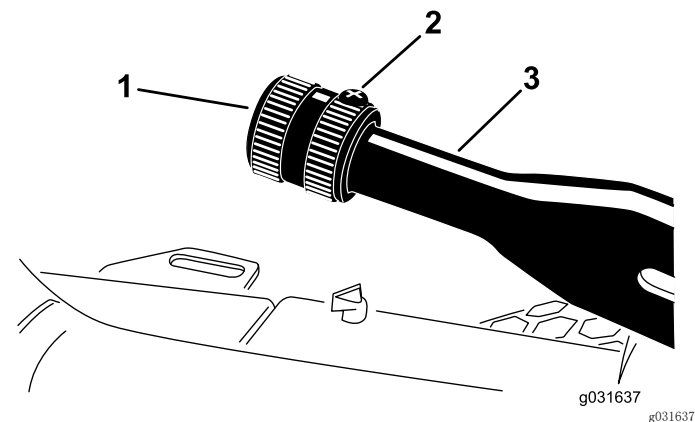

图 60
- 1. 松开将旋钮固定到手刹操纵杆上的固定螺丝（图 60）。